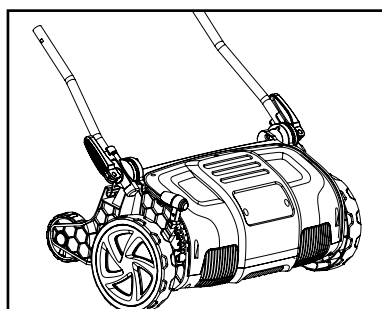

Рис.3
3. Вставьте быстроразъемные зажимы и прокладки в нижнюю ручку и затяните (рис.3).